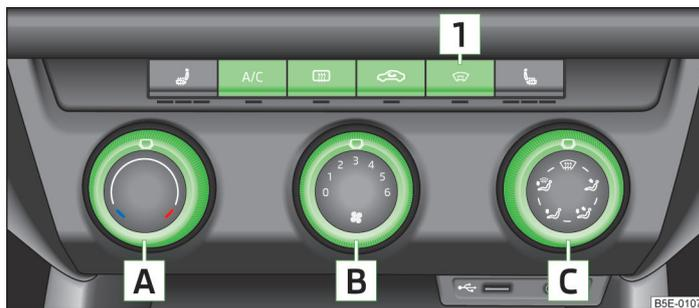

Abb. 108 Klimaanlage: Bedienungselemente
- ✓ **A/C** » Abb. 108 auf Seite 103 eingeschaltet.
**Funktionen der einzelnen Bedienungselemente** » Abb. 108:
Durch Drehen des Luftverteilungsreglers [C] » Abb. 108 auf Seite 103 in die Position wird der Umluftbetrieb automatisch ausgeschaltet. Durch wiederholtes Drücken der Symboltaste kann auch in dieser Stellung der Umluftbetrieb wieder eingeschaltet werden. ▶